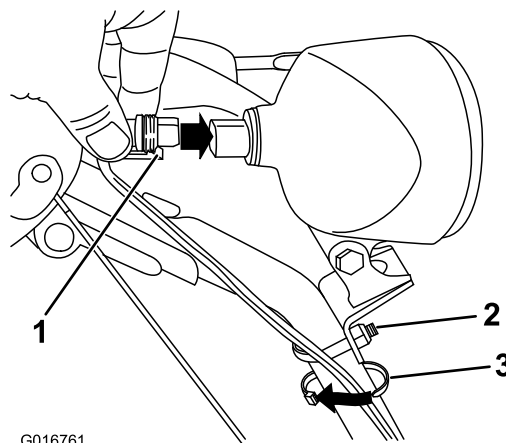

Рисунок 18
1. Вставьте штекер, находящийся на свободном конце провода, в гнездо на задней стенке фары и надежно зафиксируйте его (Рисунок 18).
Примечание: Убедитесь в том, что пластиковый зажим на штекере находится в нижнем положении (Рисунок 18).
- Установите хомут кабеля (из комплекта деталей) на провод и рукоятку на расстоянии около 2,5 см ниже болта U-образной формы (Рисунок 18).